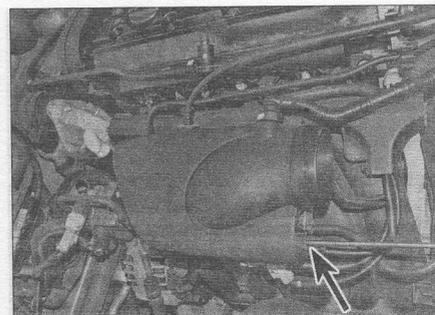

Рис. 12.3. Вставьте отвертку через технологическое отверстие (отмечено стрелкой) и отпустите зажим
- Пропустите плоскую отвертку через технологическое отверстие, отпустите зажим и снимите пластмассовую крышку над корпусом дроссельной заслонки (при наличии) (рис. 12.3).